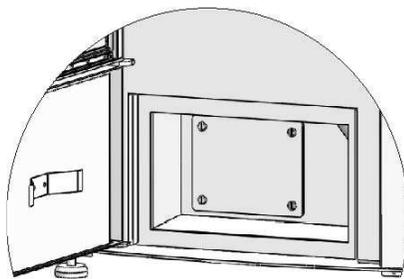

Fig. 2
- Una vez al mes, limpiar detrás del cenicero y quitar la tapa (Fig.2) destornillando los 4 tornillos, terminada esta operación vuelva a colocar la tapa con sus tornillos.